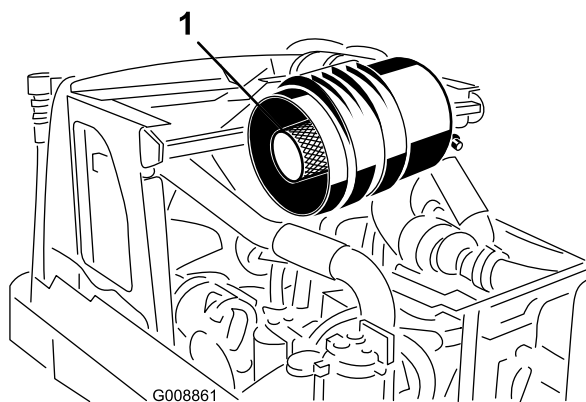

Figura 60
2. Retire el filtro primario (Figura 59). No se recomienda limpiar el elemento usado debido a la posibilidad de causar daños al medio filtrante. Asegúrese de que el filtro nuevo no ha sido dañado durante el transporte, comprobando el extremo sellante del filtro y la carcasa. No utilice el elemento si está dañado. **No** retire el filtro de seguridad (Figura 60).
Importante: No intente nunca limpiar el filtro de seguridad (Figura 60). Sustituya el filtro de seguridad por uno nuevo después de cada tres lavados del filtro primario.